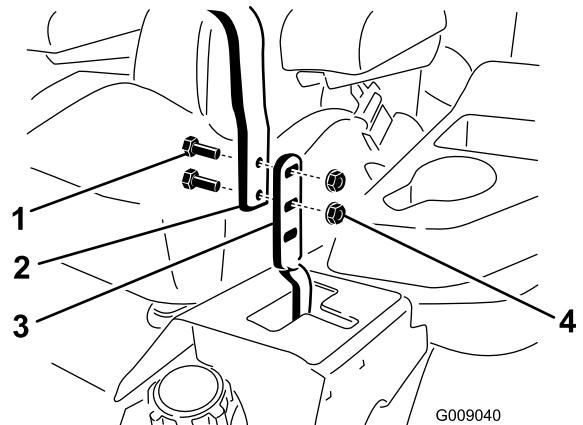

Figura 87
3. Afloje los pernos y las tuercas con arandela prensada de las palancas (Figura 87).
4. Alinee las palancas en el sentido adelante/atrás acercándolas a la posición de PUNTO MUERTO y muévalas hasta que estén alineadas; luego apriete los pernos (Figura 87).